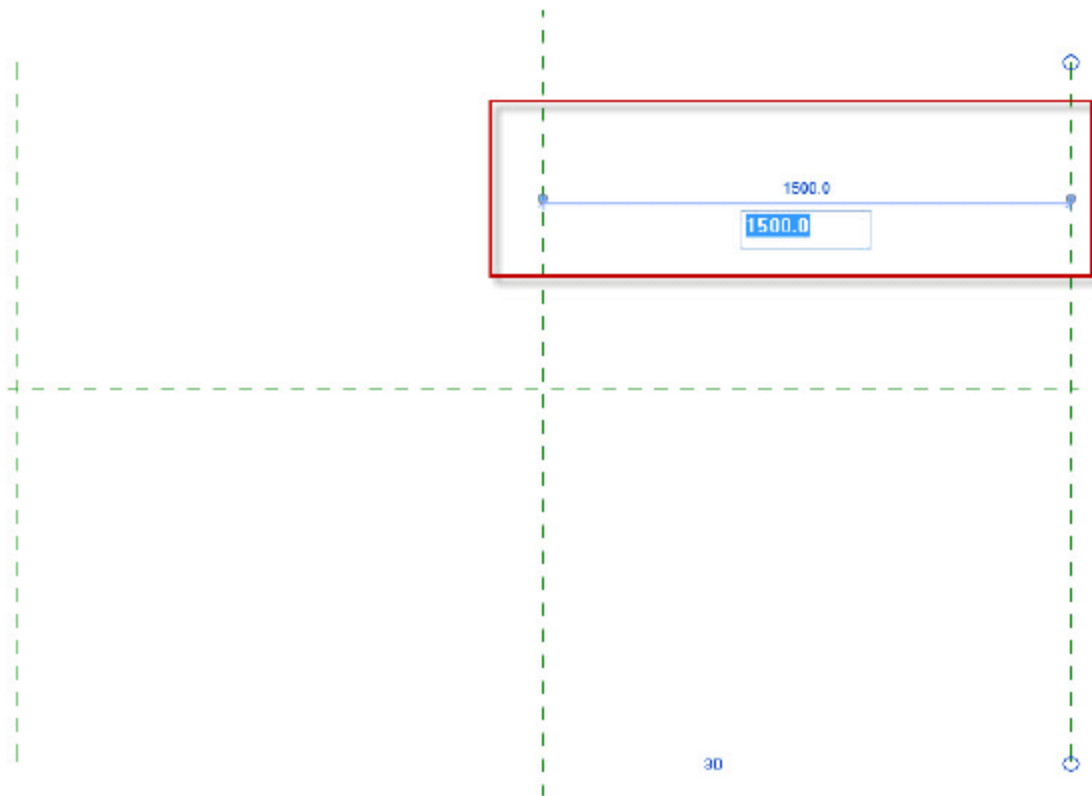
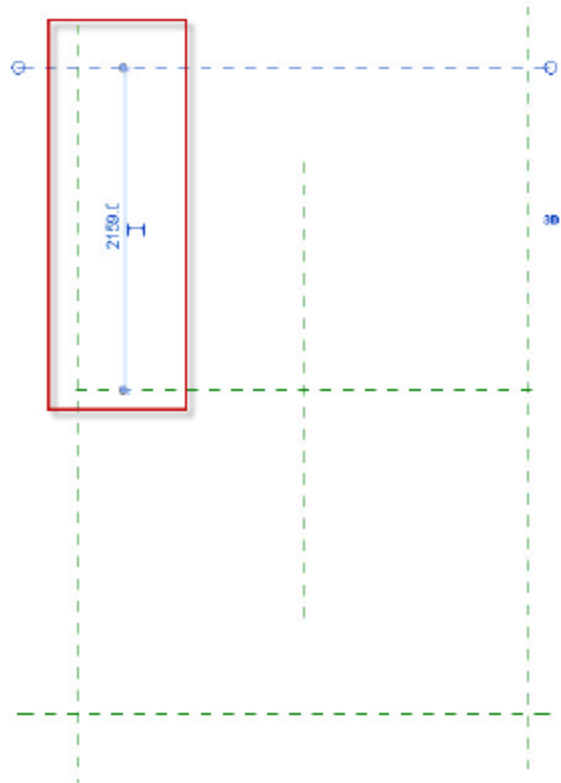

图 2.1.53 定义承台长
图 2.1.54 定义承台宽
(2) 定义承台长和宽。在“楼层平面”视图中，按快捷键 R+P，绘制任意一个辅助平面平行于纵向参照平面，将光标移向数字，输入数值 600，如图 2.1.53 所示。选择“辅助平面”，按两次快捷键 M，选择“纵向参照平面”镜像，如图 2.1.54 所示。以同样的方法定义承台宽。